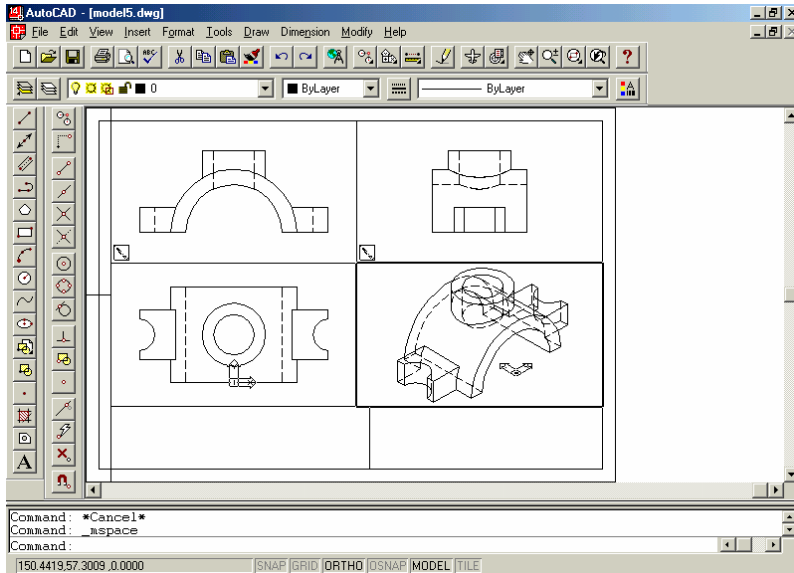

Fig. 12.26 Efectul aplicării comenzii SOLPROF pe fiecare fereastră
10. Vizualizarea efectului comenzii SOLPROF (fig. 12.26), prin setarea layer-ului MODEL pe OFF (beculețul stîns);